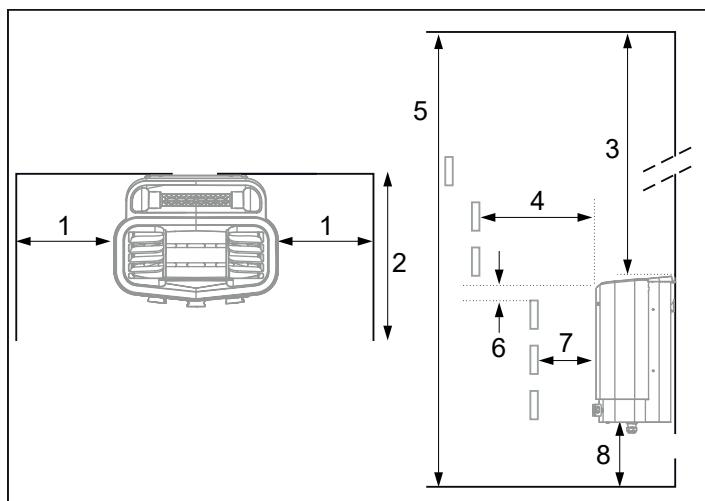

Fig 3: Placering av bastuaggreat - nischmontage (minsta tillåtna volym 4 m³)
- på samma vägg som dörren (endast i undantagsfall på sidoväggen, men då mycket nära dörrväggen). Aggregatet kan också placeras i nisch (se Fig 3).
Placer aggregatet på säkert avstånd till golv, sidovägg och inredning (se Fig 3).